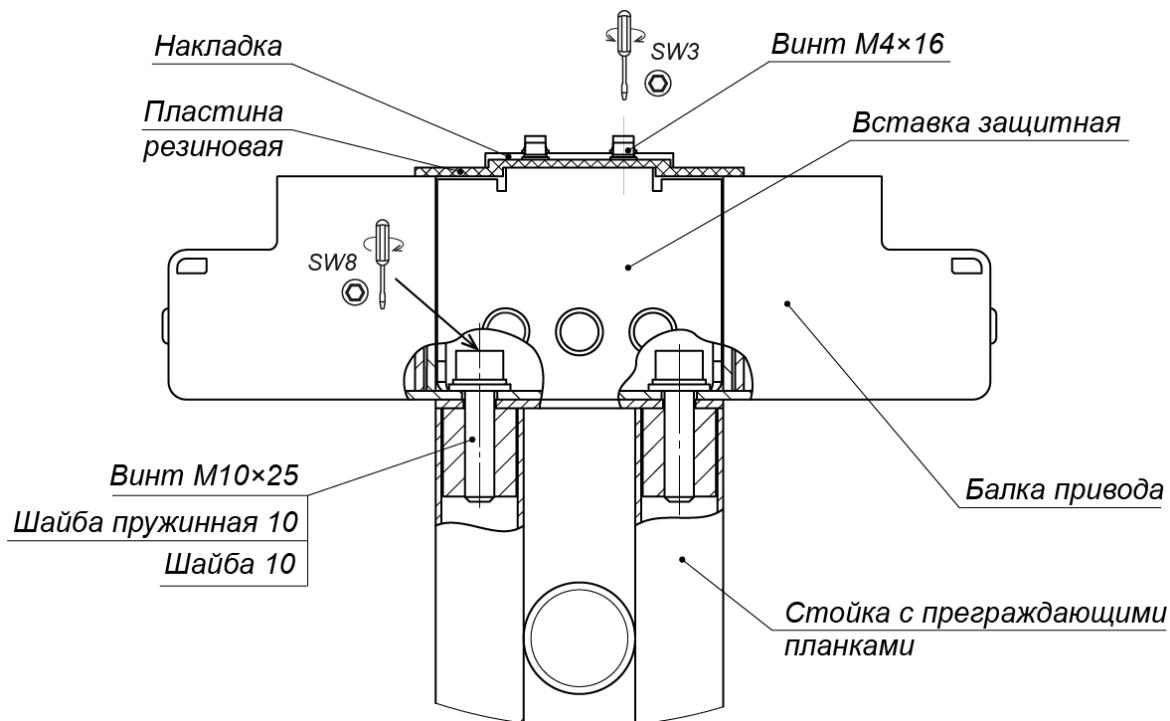
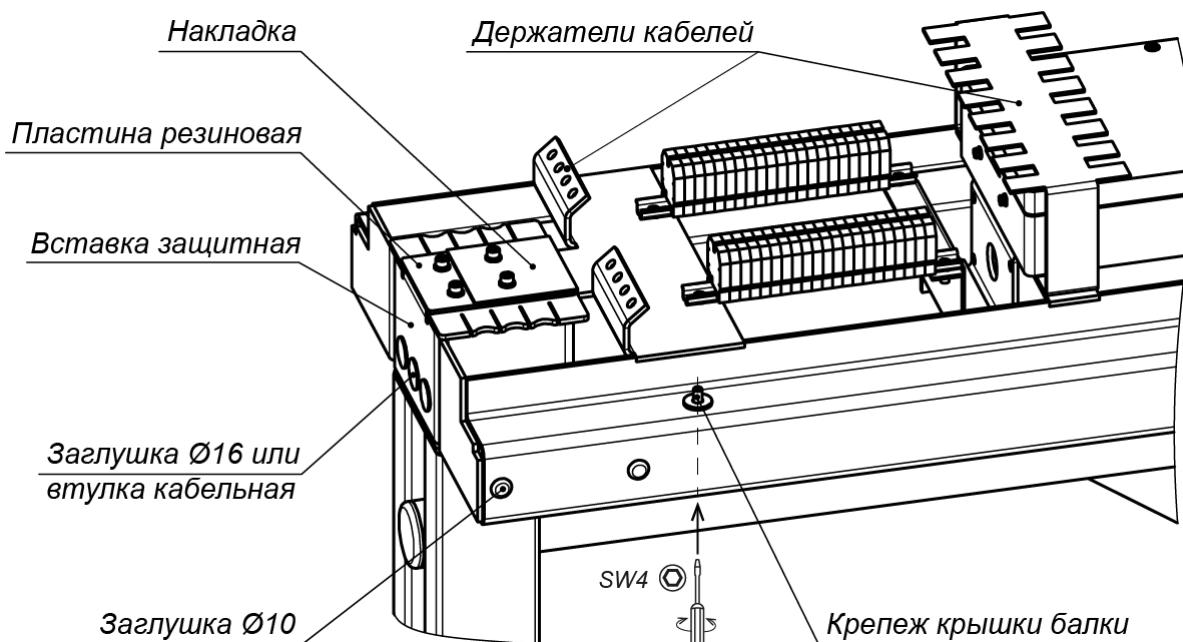

Рисунок 17. Крепление балки привода (8) к стойке с препреждающими планками (5)
Рисунок 18. Элементы балки привода
- Закрепите балку привода на стойке с преграждающими планками (5) двумя болтами M10×25, ключ SW8 (см. рис. 17) (для более удобного доступа к отверстиям можно предварительно снять накладку, резиновую пластину и вставку защитную, открутив четыре винта M4×16, ключ SW3, см. рис. 18).
26. Установите крышку (9) на балку привода (8):
- Вкрутите четыре невыпадающих винта M5 (ключ SW4), фиксирующие крышку балки (см. рис. 18).